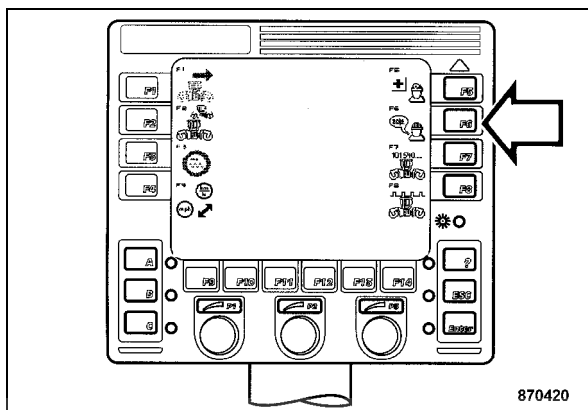

Fig. 84
- Appuyer sur la touche "F6" (Fig. 84), pour passer à l'écran de sélection de la "Langue de l'imprimante".